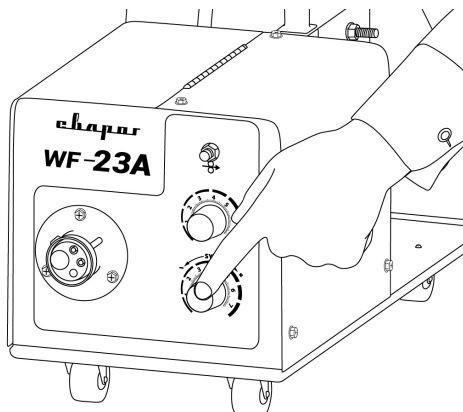

Рис. 8.24. Установка напряжения на дуге.
2. Установите значение напряжения на дуге (См. рис. 8.24). Значение выбирается в зависимости от толщины свариваемого металла и диаметра сварочной проволоки. Чем больше напряжение на дуге, тем шире сварочный шов.